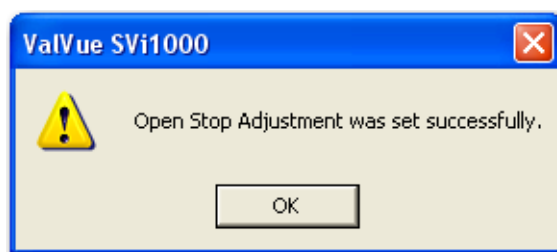

图 40：成功满量程开度调节
2. 单击 Set Open Stop Adj.，出现图 40 所示对话框。